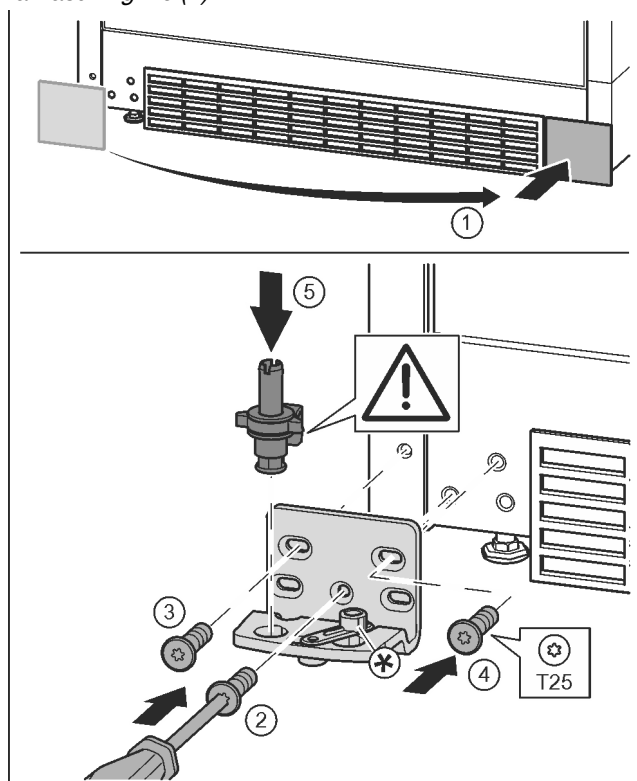

Fig. 17
- Zdjąć osłonę i założyć z drugiej strony. Fig. 17 (1)
- Płytkę zawiasu założyć z drugiej strony i przykręcić przy pomocy śrubokręta T25. Rozpocząć śruby 2 dolnej umieszczonej na środku. Fig. 17 (2)
- Dokręcić śrubę 3 i 4. Fig. 17 (3, 4)
- Założyć cały sworzeń płytki zawiasu. Przy tym zwrócić uwagę, by krzywka zatrzaskowa wskazywała do tyłu. Fig. 17 (5)